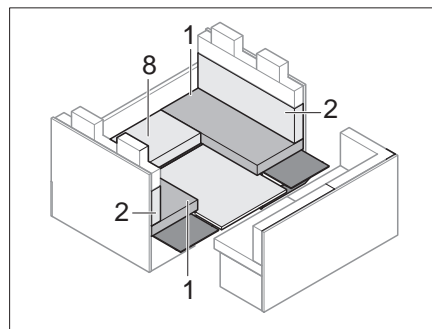

Bild 151 Während des Umbaus
- Sitzpolster (Bild 151,8) und den Unterbau entfernen.